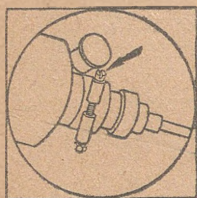
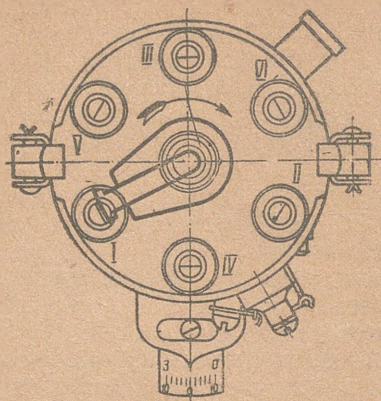

Рис. 86. Стяжной винт установочной скобы прерывателя-распределителя
Рис. 85. Положение ротора и установочной пластины при установке прерывателя-распределителя на двигатель
6. Снять крышку прерывателя-распределителя и убедиться в том, что ротор стоит против контакта первого цилиндра, как показано на рис. 85. Снять пломбу, вывернуть болт крепления уста-
7. Слегка вывинтить стяжной винт скобы (рис. 86) и повернуть корпус прерывателя-распределителя в сторону вращения ротора (против часовой стрелки) так, чтобы контакты замкнулись.
Снять крышку, повернуть валик прерывателя-распределителя так, чтобы ротор был обращен к контакту первого цилиндра (рис. 85); отпустив стяжной винт скобы (рис. 86) и вставив прерыватель-распределитель на место, закрепить установочную скобу на нулевом делении шкалы.
Примечание. Относительное положение корпуса прерывателя-распределителя, его ротора и установочной скобы указано на рис. 85.